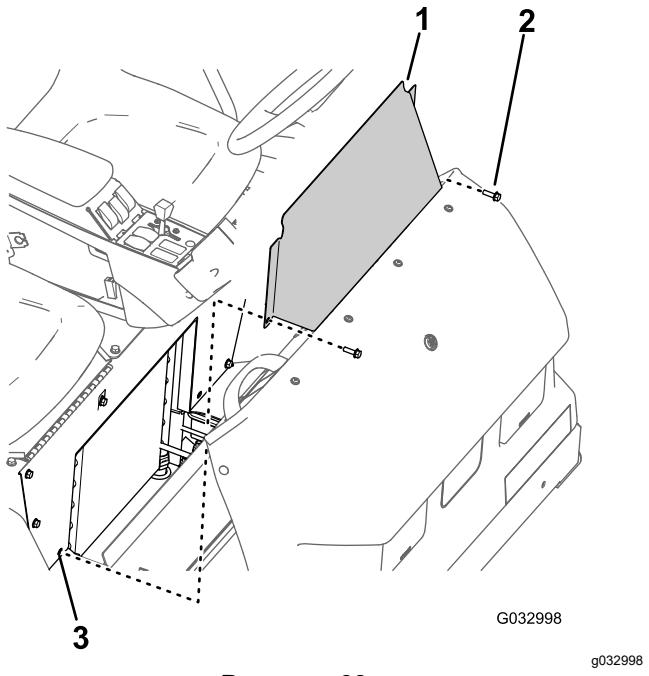

Рисунок 69
- Выверните два болта с фланцем, которые крепят панель доступа к основанию сиденья (Рисунок 69).
- Снимите панель доступа к основанию сиденья с машины (Рисунок 69).
- Совместите отверстия в панели доступа к основанию сиденья с отверстиями в основании сиденья (Рисунок 69).
- Прикрепите панель доступа к основанию сиденья с помощью двух болтов с фланцем (Рисунок 69), снятыми при выполнении пункта 1 раздела Демонтаж панели доступа к основанию сиденья \(страница 63\).